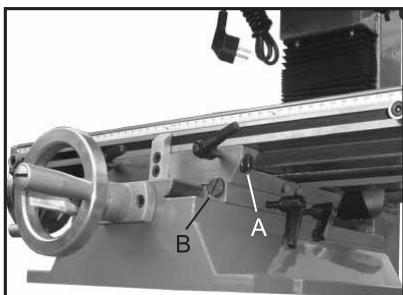
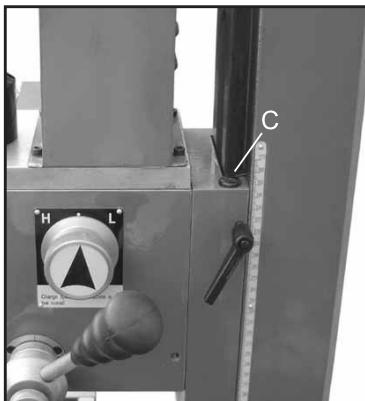

Рис. 17
Рис. 18
1. Винт регулировки направляющих по горизонтали (A, Рис. 17) находится сзади справа на столе. Винт поперечной регулировки направляющих (B, Рис. 17) находится на правой стороне седла под столом. Винт вертикальной регулировки направляющих (C, Рис. 18) находится на колонне.